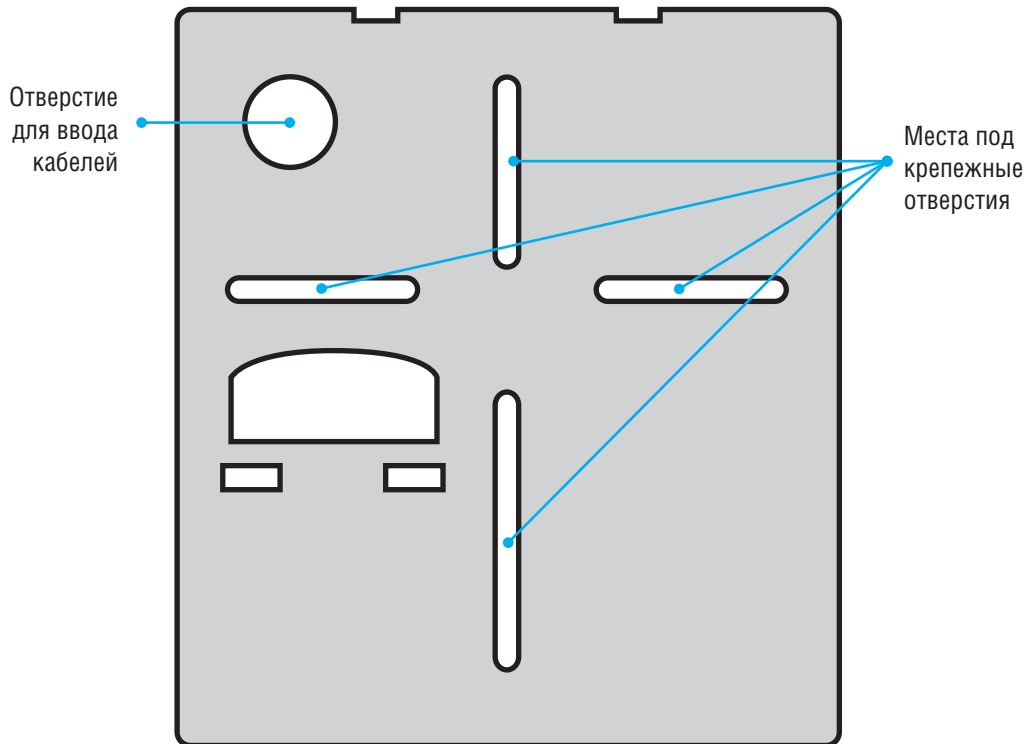

Рисунок 3. Разметка мест крепления
4. Разметьте места крепления терминала, приложив заднюю крышку терминала к стене (рис. 3).